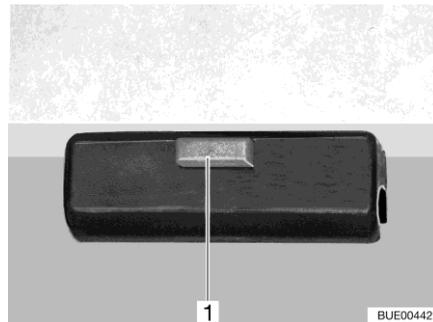

Bild 131 Verriegelung
- Verriegelung (Bild 131,1) an der Tischplatte lösen.